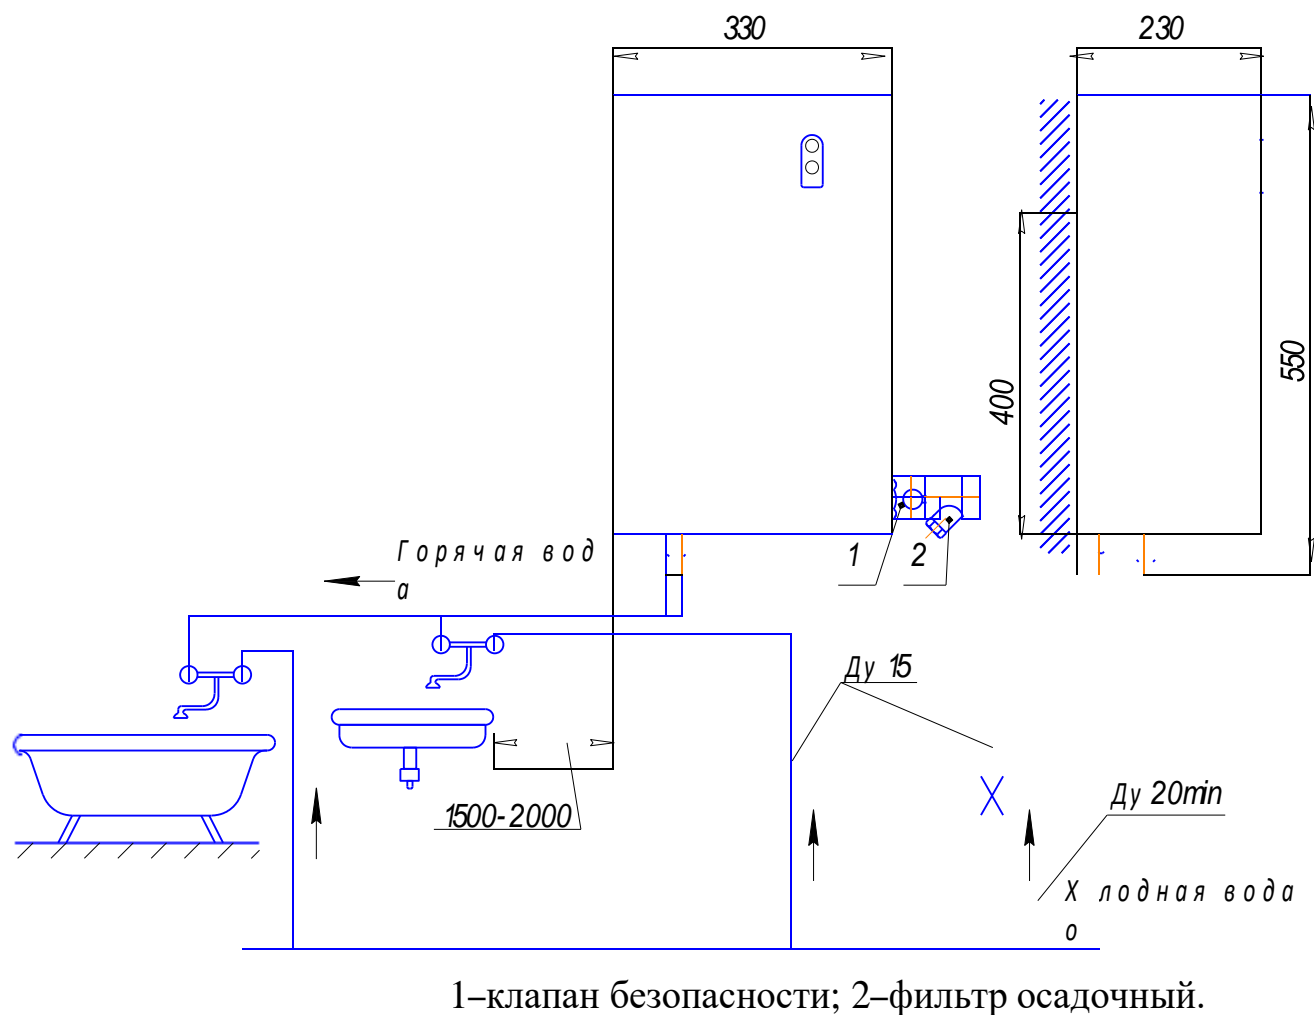

Рисунок 5 – Схема крепления и подключения водонагревателя в водопроводную сеть
- присоединить трубопроводы к входу и выходу из водонагревателя. Присоединение осуществляется на резьбе G ½. Трубопровод горячей воды может быть соединен с несколькими точками потребления. Не рекомендуется подвод холодной воды к смесителю осуществлять от трубопровода подвода воды к водонагревателю, т.к. при уменьшении расхода воды через водонагреватель возможно отключение нагрева. Подвод холодной воды к смесителю и водонагревателю рекомендуется осуществлять автономно от линии подвода холодной воды с сечением более Ду 15 (рисунок 5). На патрубок переливного клапана безопасности (рисунок 3) надеть трубку для отвода воды в случае открытия предохранительного клапана. Трубка должна быть устойчивой к воздействию температуры до 100 °С с внутренним диаметром 8 мм и максимальной длиной 1,2 м. Необходимо исключить возможность закупорки или загрязнения трубки;